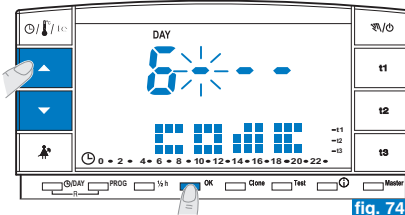
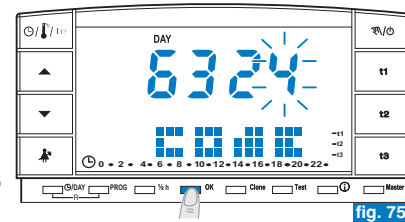

fig. 74
fig. 75
- Impostare il numero desiderato utilizzando i tasti  ; confermare premendo il tasto **OK** (es. fig. 74). Eseguire la stessa procedura per gli altri tre trattini (es. fig. 75).
- Inserire la password corrente utilizzando i tasti ▲▼; confermare ogni valore premendo il tasto OK (esempio in fig. 75).